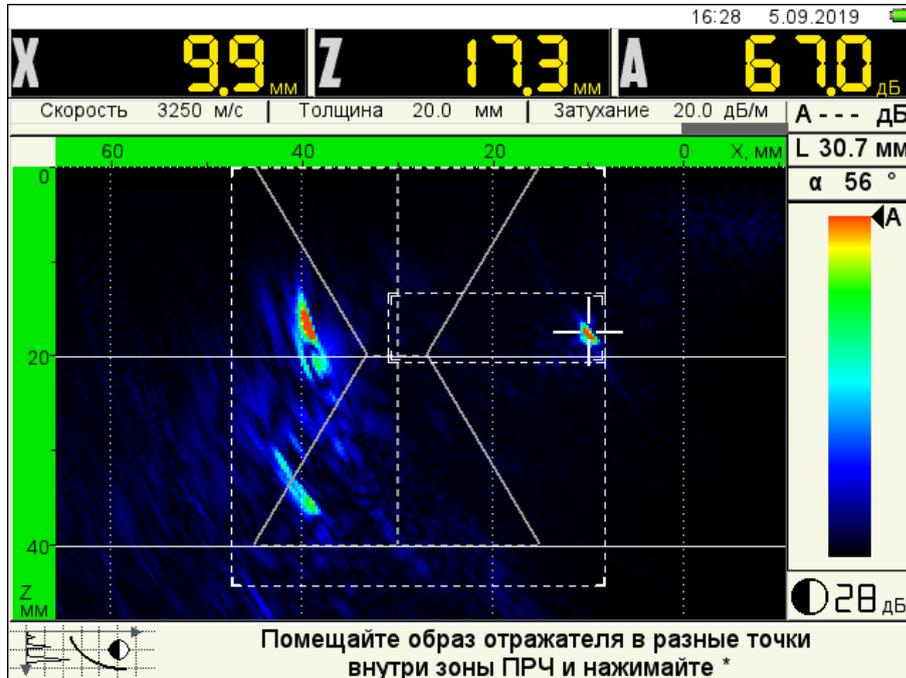

Рисунок 10
– внутри второго строба будет находиться измерительный курсор, автоматически устанавливающийся на амплитудные значения образов (или фона изображения) в пределах, ограниченных вторым стробом. Фон координатных шкал X и Z сменится на зеленый (рисунок 10);